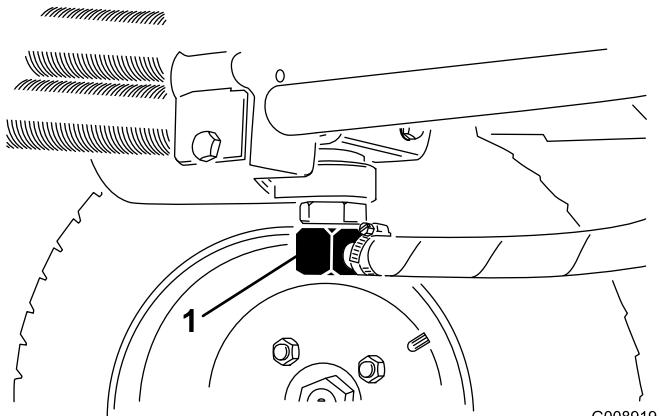

図 59
2. 油圧ラインの接続部（図 59）または油圧フィルタ（図 58）を外し、流れ出すオイルを容器に受ける。オイルが全部流れ出たらラインを元通りに接続する。